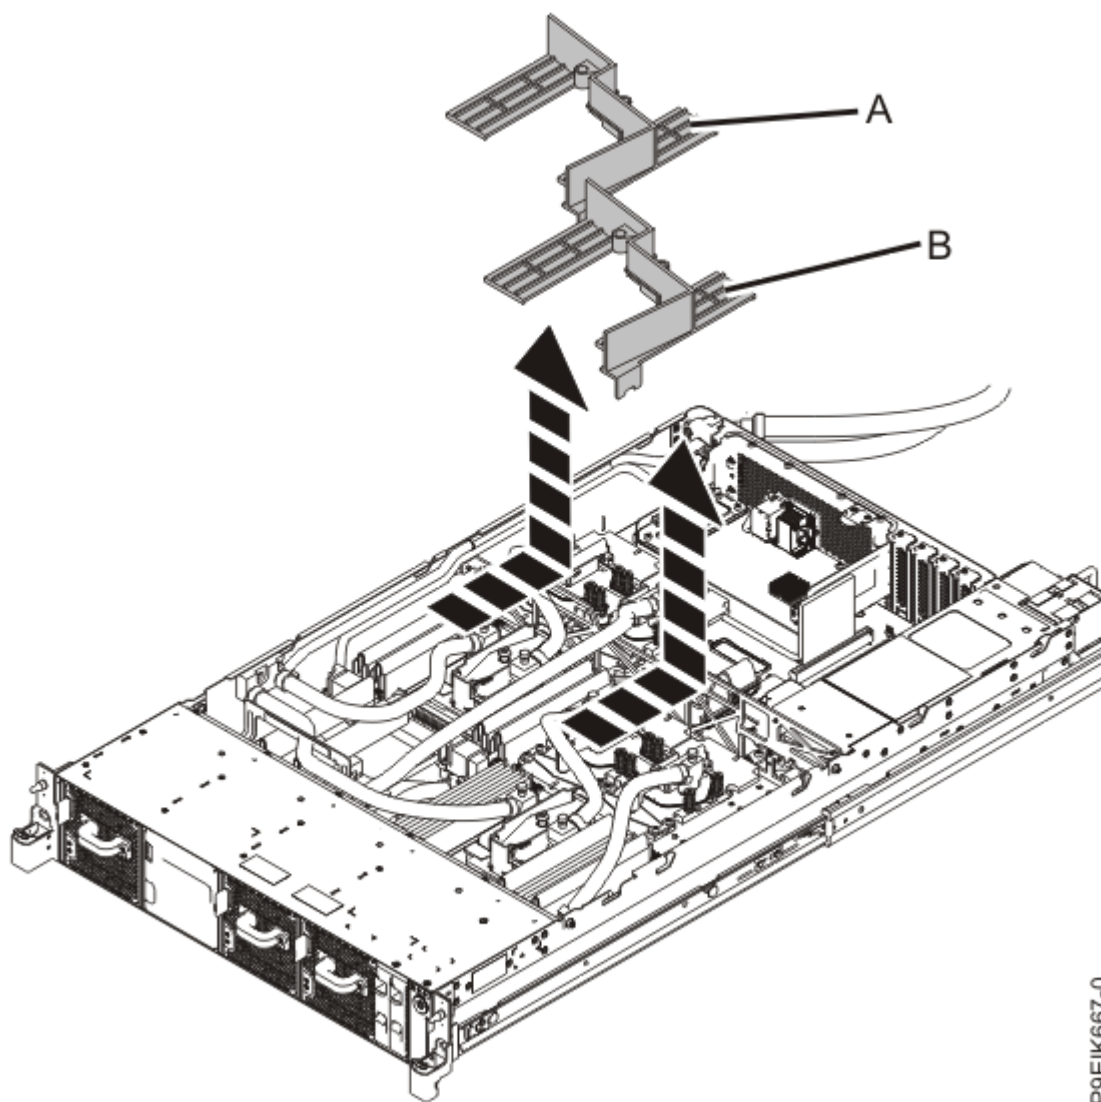

Figura 7. Removendo as placas defletoras de ar da memória
2. Remova as placas defletoras de ar (A) e (B), como mostrado na Figura 7 na página 12.